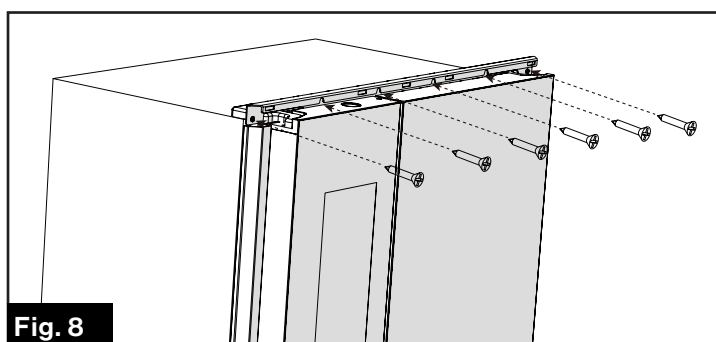
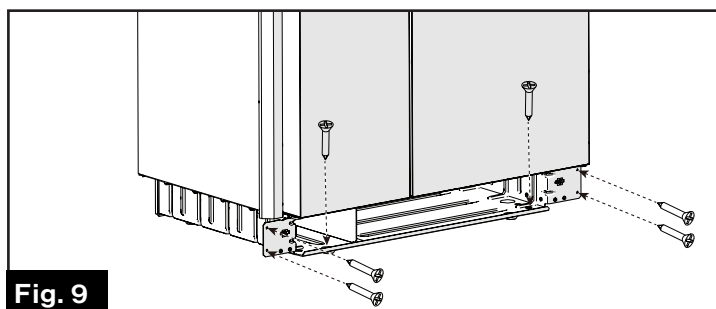

Fig. 8
Fig. 9
6. Fije el refrigerador en el gabinete a través de la brida de montaje utilizando 12 tornillos autorroscantes. (Fig. 8 y Fig. 9)